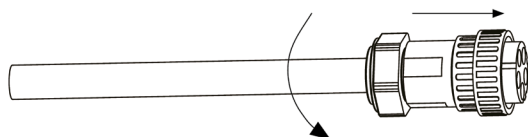

Fig. 36. Conexión y fijación del manguito en el terminal AC.
- De acuerdo con la dirección de la flecha, empujar el manguito roscado hasta conectarlo en el cabezal del terminal de AC y luego girar el prensaestopas en el sentido de las agujas del reloj para bloquearlo, tal como se muestra en la Fig. 36: